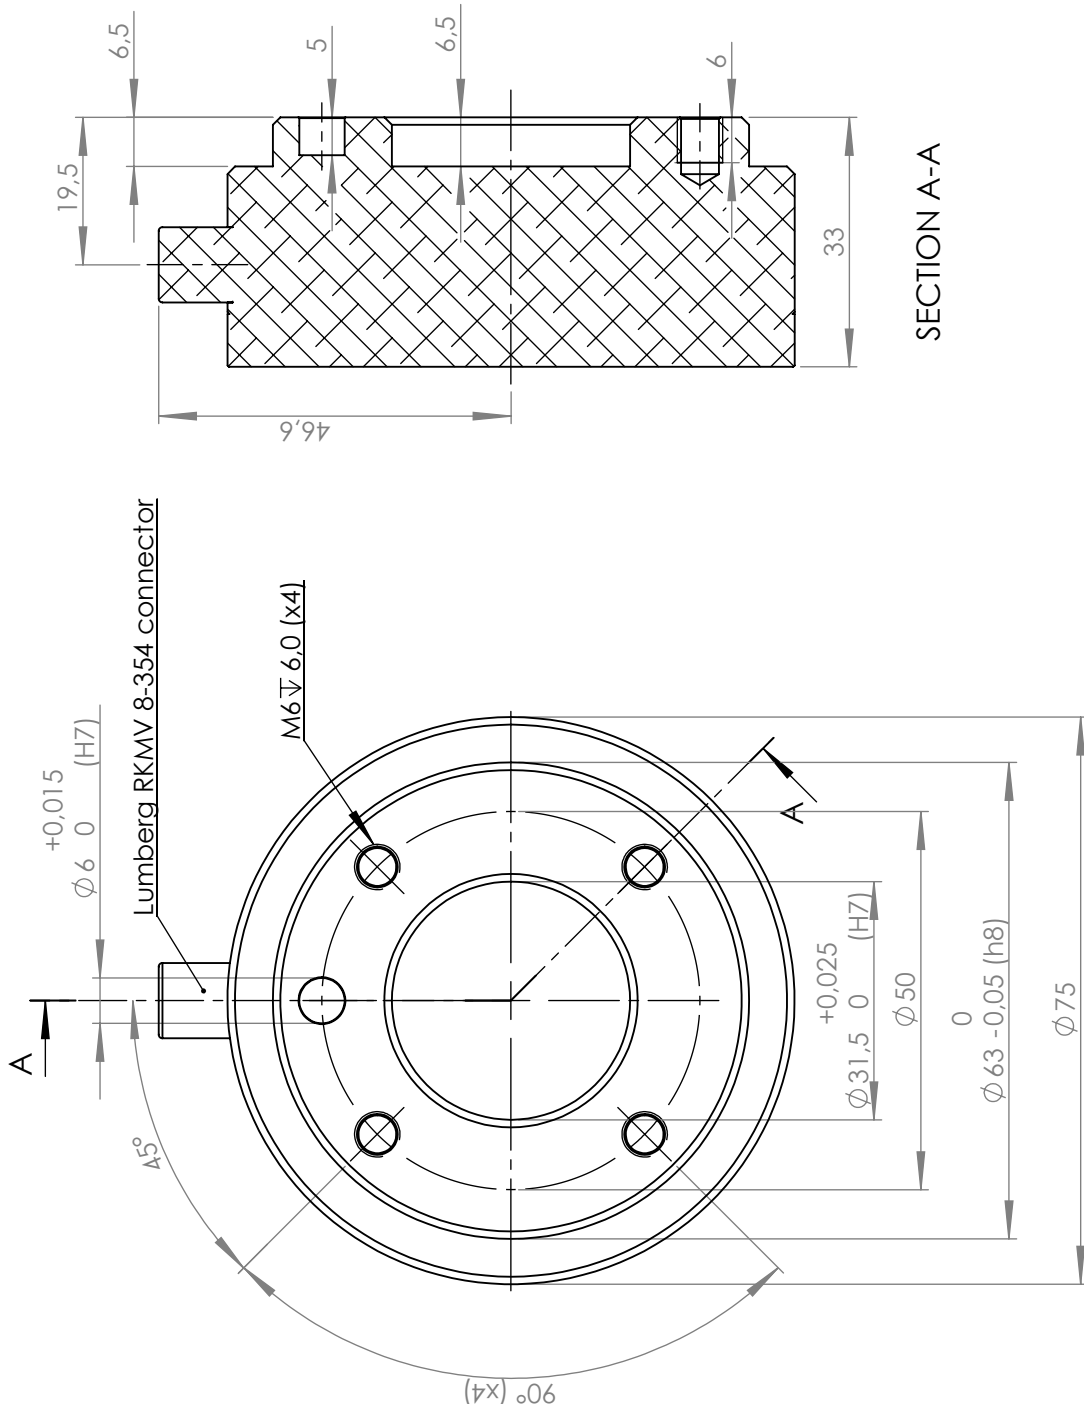

Abbildung 4.2: Der Werkzeugflansch, ISO 9409-1-50-4-M6. Hier wird das Werkzeug an die Spitze des Roboters montiert. Alle Maßangaben sind in mm.
**Werkzeug** Der Werkzeugflansch des Roboters verfügt über vier Löcher mit M6-Gewinde zur Befestigung des Werkzeugs am Roboter. Die M6-Schrauben müssen mit 9 N m. angezogen werden. Wenn eine sehr genaue Montage des Werkzeugs angestrebt wird, kann das Ø6-Loch mit einem Stift verwendet werden. Abbildung 4.2 zeigt die Stelle, an der die Löcher zu bohren und die Schrauben zu montieren sind.